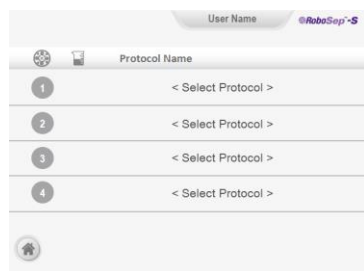

図 12. Run Samples 画面
3. いったんホーミングが完了すると、タッチスクリーン上に Run Samples 画面が現れます (図 12)。RoboSep™-S の操作を続行します。